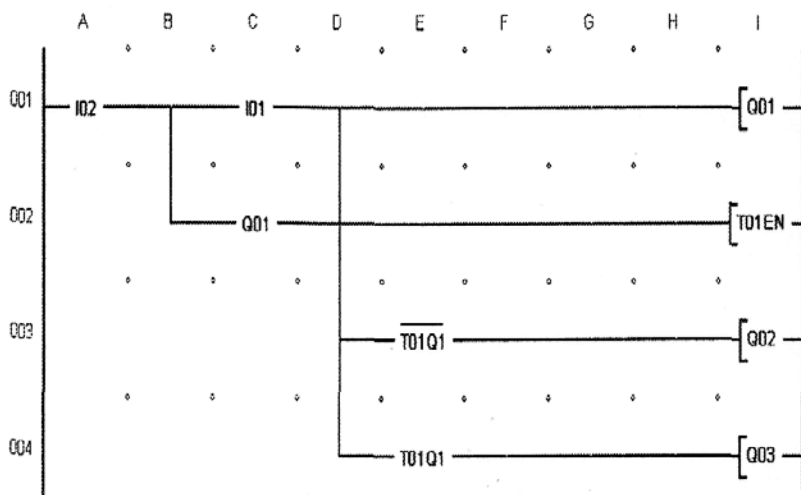

Рис. 3.3. Схема соединений
Схема соединений (программа, рис. 3.3). При нажатии кнопки SB1 на входе реле замыкается контакт I01 в схеме соединений, он устанавливает сигнал логической «1» на выходе Q1, что обеспечи-
Порядок выполнения лабораторной работы. В программе EASY-SOFT в режиме **Схема соединений** собрать схему, представленную на рис. 3.3. Установить выдержку времени реле T01 на замыкание контакта 3 с. Для этого во вкладке **Элемент схемы соединений** в поле **Функция катушки** установить **EN** и **Защита**, а во вкладке **Параметр** в поле **Входы функционального блока** для **I1** установить **Number**, а для **Постоянной** установить **3.000**. Перейти в режим **Имитация**. В панели инструментов во вкладке **Принцип работы I/R** установить контакты I1 как замыкающий, а I2 как размыкающий без фиксации. Щелчком по кнопке **Показание** выбрать в открывшемся меню вывод на индикацию выходов реле (Q). От-